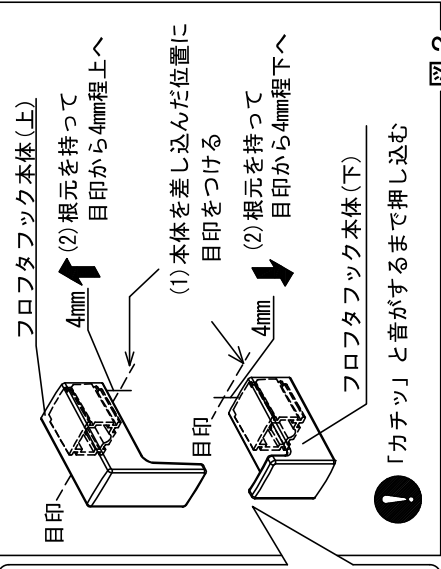

図2
- フロフタフロフタ本体(下・上)を台座の奥まで差込み図2の要領で取付けてください。